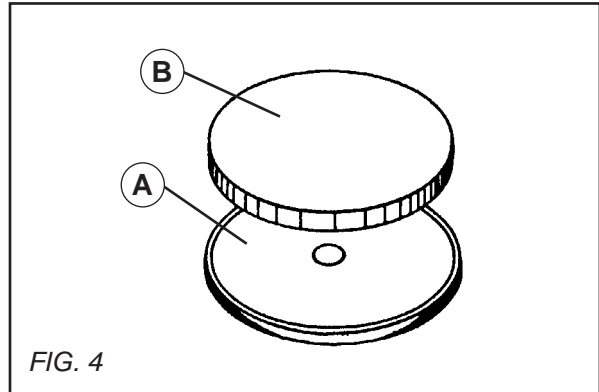

FIG. 4
• PLATEAU PORTE FEUTRE [VOIR FIG. 4] :
- Nettoyer la face d'appui du plateau (A).
- Enduire le feutre (B) de colle "Contact".